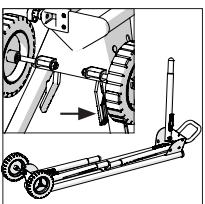

Fig. 2
- Apriete la palanca de bloqueo de la pata (**Fig. 2**) para liberar el pin de bloqueo y desplegar la pata. Repita el proceso en las cuatro patas.